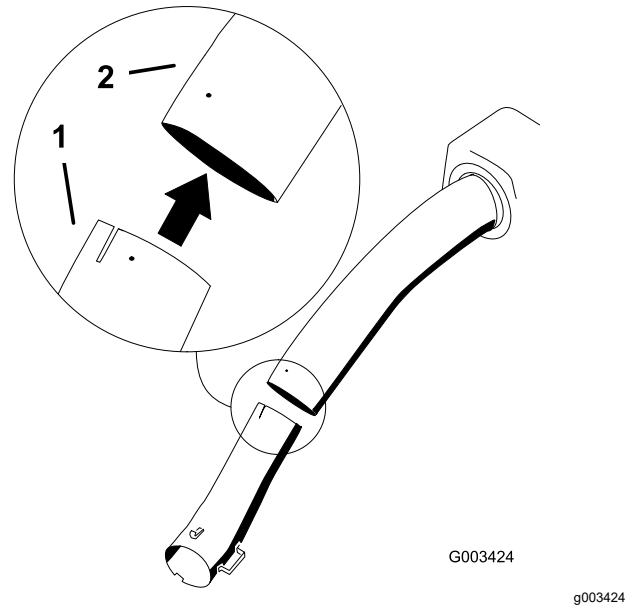

Bild 34
5. Setzen Sie das untere Rohr in das obere Rohr ein (Bild 34).